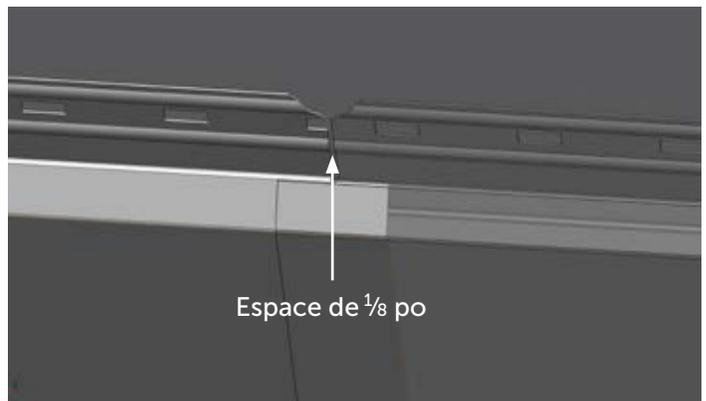

Figure 24.1
**OPTION 1 :** Faites glisser la languette de  $\frac{1}{2}$  po à l'intérieur du panneau, mais laissez un espace de  $\frac{1}{8}$  po par la bride de clouage. Cette option vous donnera le plus grand chevauchement et fermera l'encoche inférieure dans le revêtement le plus. Utilisez toujours cette option lors de l'installation du panneau sur le mur. [FIGURE 24.1]